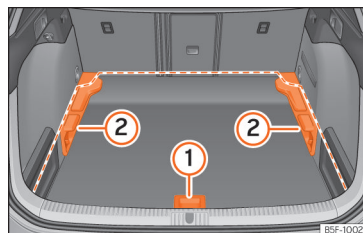
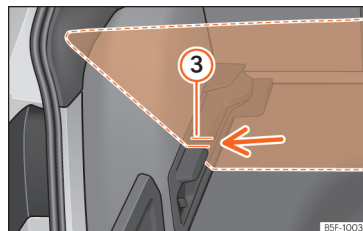

Abb. 147 Variabler Gepäckraumboden: Positionen.
Abb. 148 Variabler Gepäckraumboden: geneigte Kerben.
Haltegriff » Abb. 147 ① an und ziehen Sie ihn nach hinten, bis der vordere Teil des Bodens vollständig über den Halterungen ② liegt.
- Den Gepäckraumboden nun bis zum Anschlag an den Rücksitzlehnen nach vorne schieben und mit Hilfe des Haltegriffs ① absenken.
- Um von der hohen in die niedrige Position überzugehen, heben Sie den Boden am Haltegriff » Abb. 147 ① an und ziehen Sie ihn nach hinten, bis der vordere Teil des Bodens vollständig über den Halterungen ② liegt.
- Den vorderen Teil auf den Boden absenken und diesen bis zum Anschlag an den Rücksitzlehnen nach vorn verschieben und dabei den Boden gleichzeitig mit Hilfe des Haltegriffs ① absenken.
- Heben Sie den Boden am Haltegriff » Abb. 147 ① an und ziehen Sie ihn nach hinten, bis der vordere Teil des Bodens über den geeigneten Kerben » Abb. 148 ③ liegt.
- Bewegen Sie den Boden nun mithilfe des Griffstücks über diese Kerben ① bis an die Rücksitzlehnen heran, sodass der Boden schließlich auf den Kerben aufliegt.